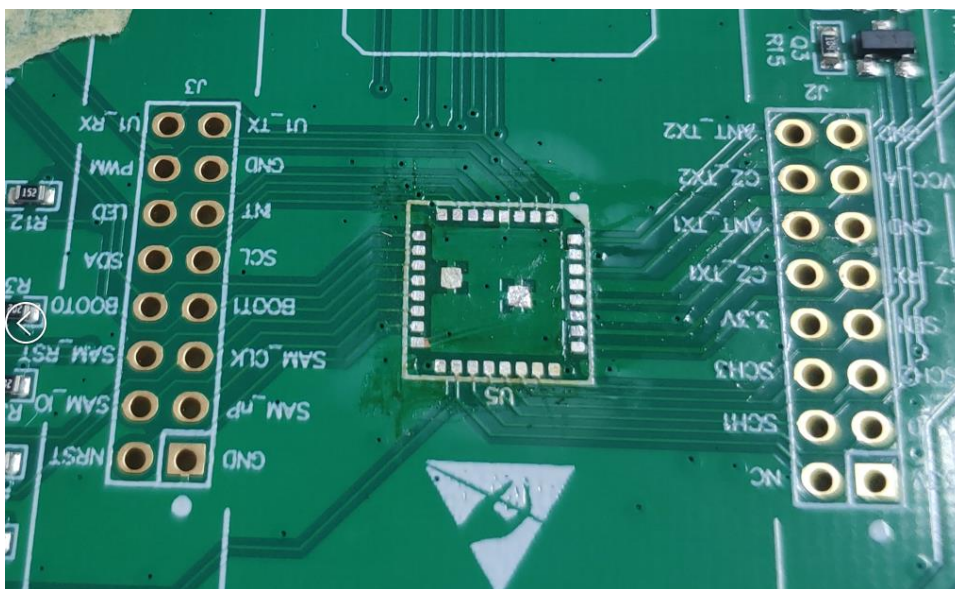

图 3.3 清洗焊盘上的锡示例
- (3) 清理原有焊盘上的锡。芯片拆下后，PCB 焊盘上会有残留的锡，先在焊盘上涂上一层松香，然后用电烙铁加热吸锡线把焊盘上的锡清理干净，清理之后的实物如图 3.3 所示，焊盘干净，便于二次上锡。